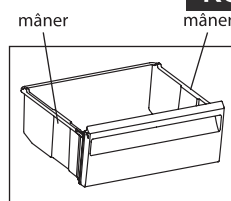

Figura 17
5.2.1 Coșurile CC au un mâner pe panoul frontal pentru încărcarea și descărcarea ușoară a produselor, precum și mâner pe suprafețele laterale (cu excepția coșului de jos) pentru deplasarea în afara frigiderului în conformitate cu figura 17.